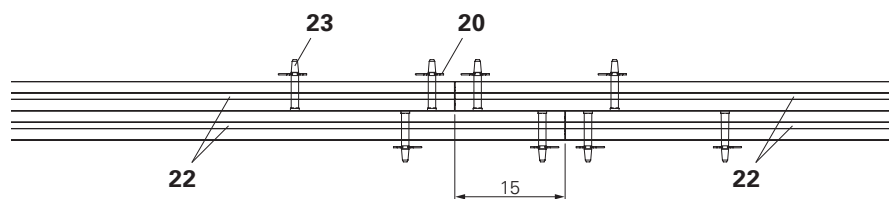
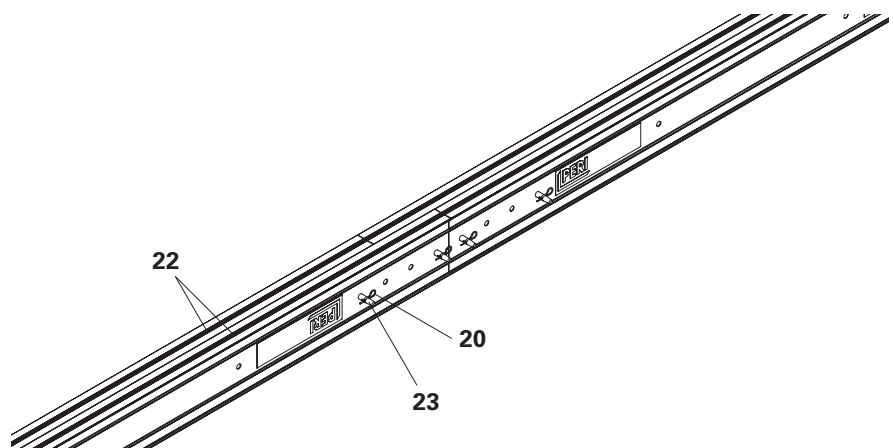

Fig. A6.05a
Fig. A6.05
- Se le unità prolungate sono usate come doppia orditura, i perni Ø20x140 mm (**23**) devono essere rivolti verso l'esterno. (Fig. A6.05 + Fig. A6.05a)
- I giunti devono essere sfalsati di almeno 15 cm tra loro. (Fig. A6.05a)